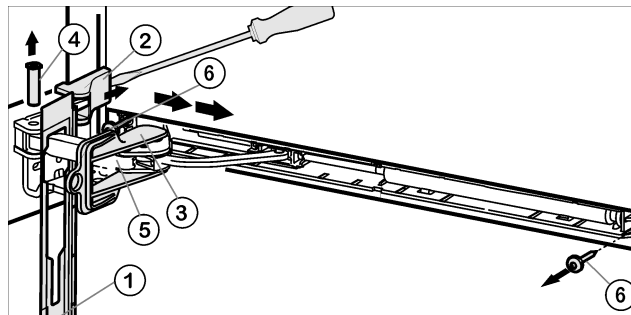

Fig. 5
- ▶ Skyv panelet over dempebøylen Fig. 5 (5) forover mot enheten.
- ▶ Sett sikringen Fig. 5 (3) i.
- ▶ Løft dekselet Fig. 5 (2) med skrutrekkeren opp fra utsiden og ta det av utover.
- ▶ Trykk bolten Fig. 5 (4) ut nedenfra.
- ▶ Press dempebøylen Fig. 5 (5) mot døren.
- ▶ Ta av panelet Fig. 5 (1).
- ▶ Skru hele lukkedemperenheten av (2 ganger torx 15) Fig. 5 (6).